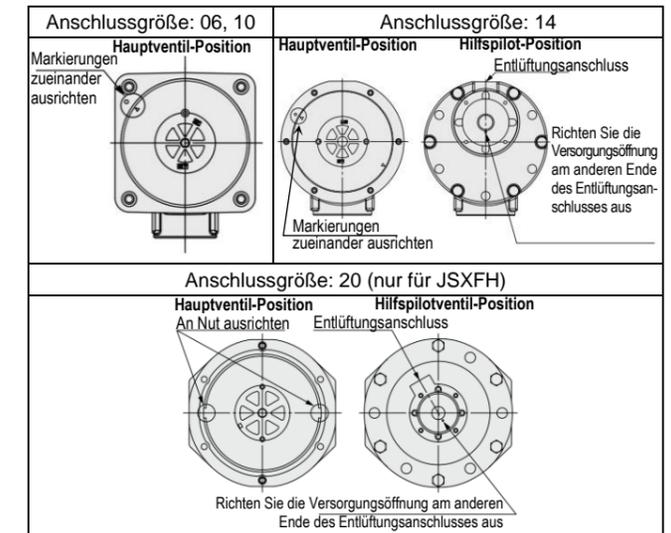

Abbildung 10.
- Bauen Sie das Hauptventil (Hilfpilotventil) unter Berücksichtigung der in Abb. 10 gezeigten Einbaulage in das Gehäuse ein. Eine falsche Montage kann zu Fehlfunktionen des Produkts führen.